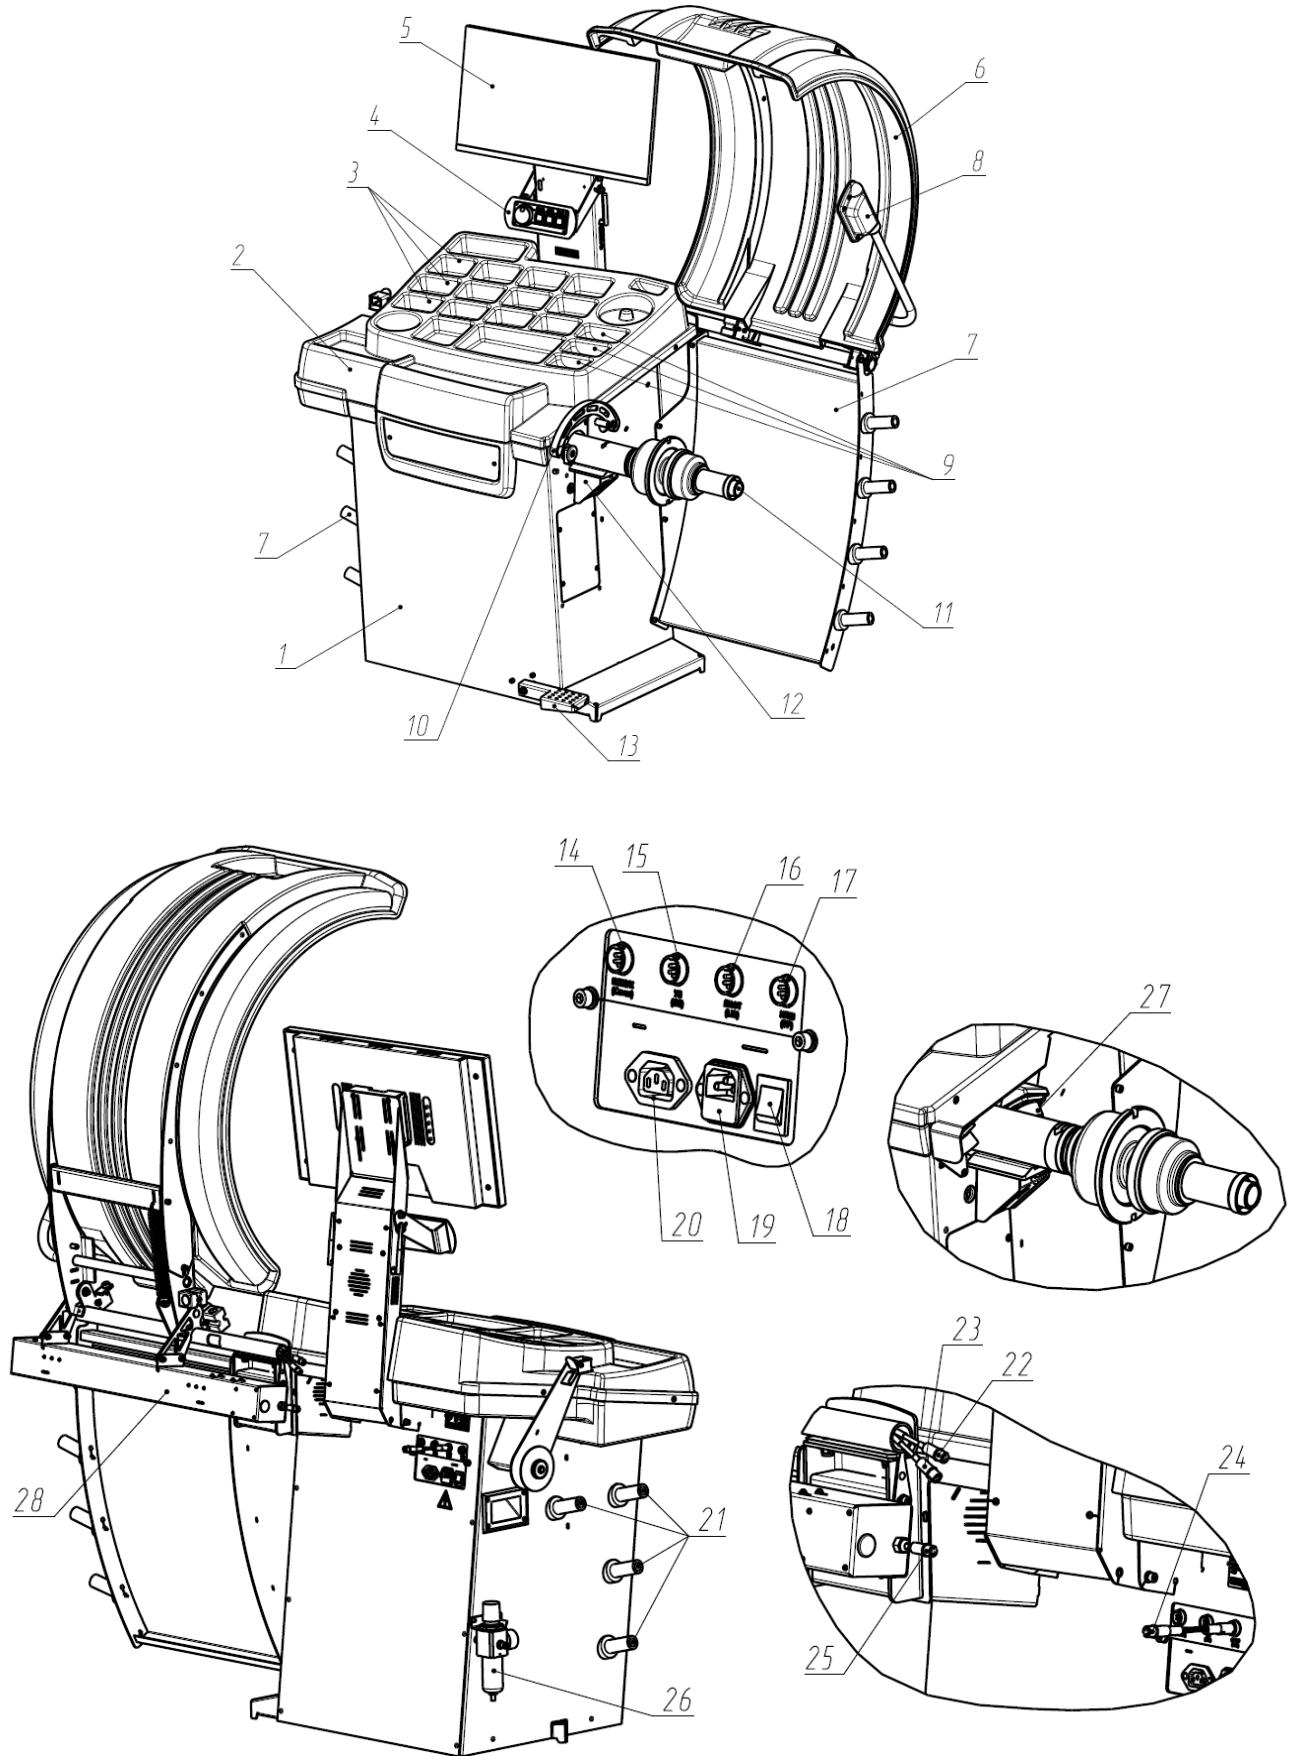

Рисунок 4.1
4.2.9 Подключить шнур сетевой к разъему, расположенному на задней панели корпуса станка (рисунок 4.1), и к питающей сети, оборудованной розеткой с контактом заземления.
*① Подключение станка и монитора к розетке без контакта заземления опасно для персонала и может привести к неточным измерениям и к поломке станка!*